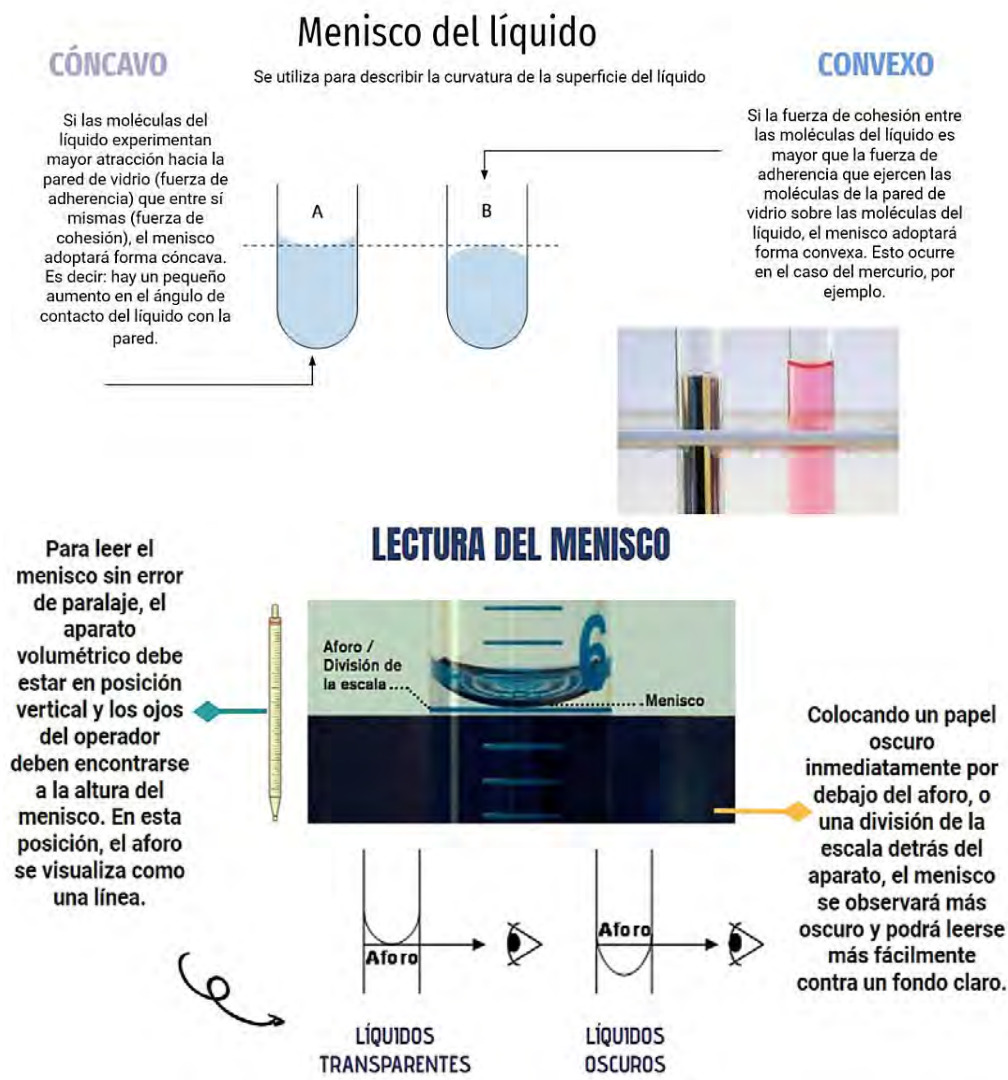

Imagen 6. Tipos de meniscos y lectura de este en líquidos transparentes y oscuros.
¿qué es el menisco? Es la curva que se observa en la superficie de un líquido, y está relacionado con su respuesta al recipiente que lo contiene (imagen 6).
En todos los aparatos donde el volumen esté limitado por un menisco o línea de aforo (pipetas aforadas o volumétricas, matraces aforados o volumétricos), la lectura o ajuste se hace como se puede observar en la imagen 6. Para leer el volumen, deberás hacerlo en el límite más bajo como se observa en la imagen y manteniendo los ojos en línea con el nivel del líquido. En el caso de un menisco convexo, la lectura la deberás realizar en el punto más alto de la superficie del líquido. Es importante que el analista se encuentre parado y de frente a la línea de aforo y que el aparato volumétrico se encuentre en posición vertical. Un fondo oscuro favorece la visualización del menisco. En los líquidos oscuros la línea de aforo es la marca que los extremos de la curva del menisco deben tocar.
- Enrasa correctamente el menisco como se ejemplifica en la imagen 6.